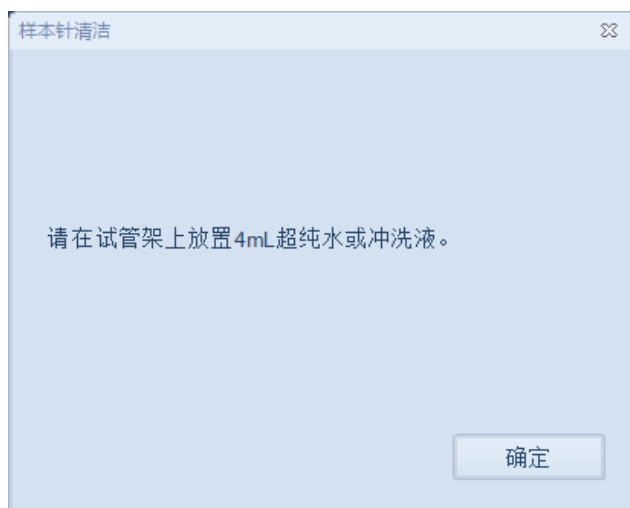

图2-5 “样本针清洁”操作提示
- 6 然后在试管架上放置4mL超纯水或冲洗液（1x）。放置完毕后，再次点击“确定”按钮（图2-5）。完成后，仪器将自动关机。